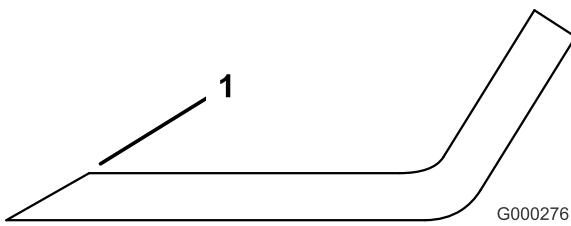

図 101
4. 刃先が鈍くなっていたり欠けていたりした場合には研磨する図 101。